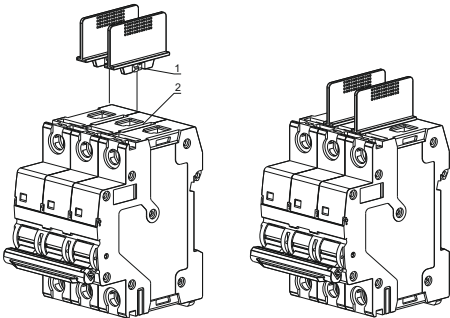

Рисунок 4 – Монтаж перегородки / Figure 4 – Installation of the separating plate
Монтаж перегородки показан на рисунке 4. Перегородку (рисунок 4, поз. 1) установить в отверстие между полюсами выключателя (рисунок 4, поз. 2), надавив на нее, но не прилагая чрезмерных усилий, до щелчка. Для демонтажа необходимо потянуть перегородку параллельно выводам выключателя.
Installation of the separating plate is shown in figure 4. Install the separating plate (figure 4, item 1) in the hole between the poles of the circuit breaker (figure 4, item 2) by pushing it, but without applying excessive force, until it clicks into place. To dismantle, pull the partition parallel to the circuit breaker terminals.